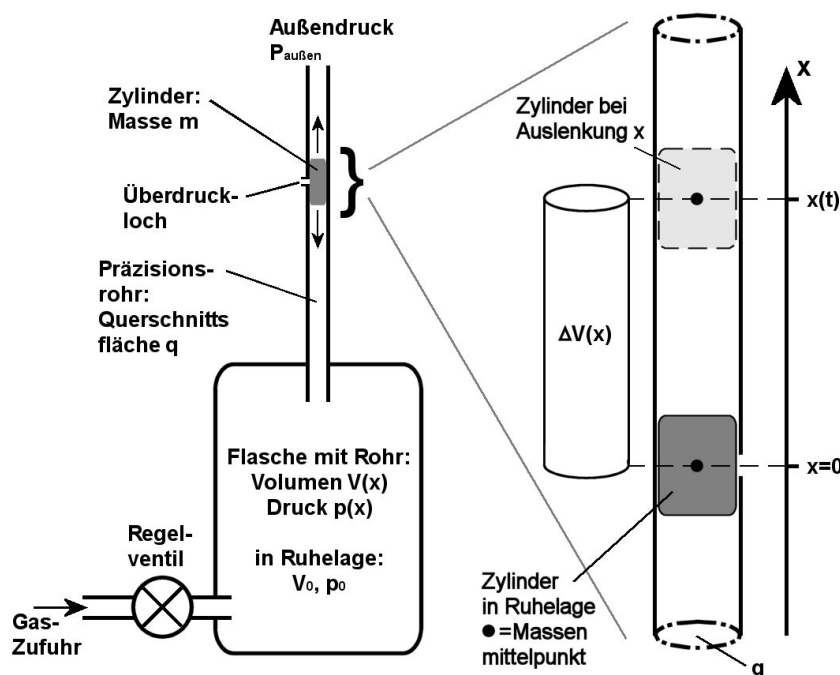

Abbildung 3:
Abbildung 3 zeigt eine schematische Darstellung des verwendeten Versuchsaufbaus. Wir definieren für die folgenden Rechnungen die x -Achse entlang des Rohrs mit aufwärts zeigender positiver Richtung (siehe Vergrößerung im rechten Teil der Abbildung).
Im letzten Schritt haben wir Gleichung (16) verwendet. Wie in Abbildung 3 dargestellt, können wir das Volumen $V(x)$ umschreiben zu: